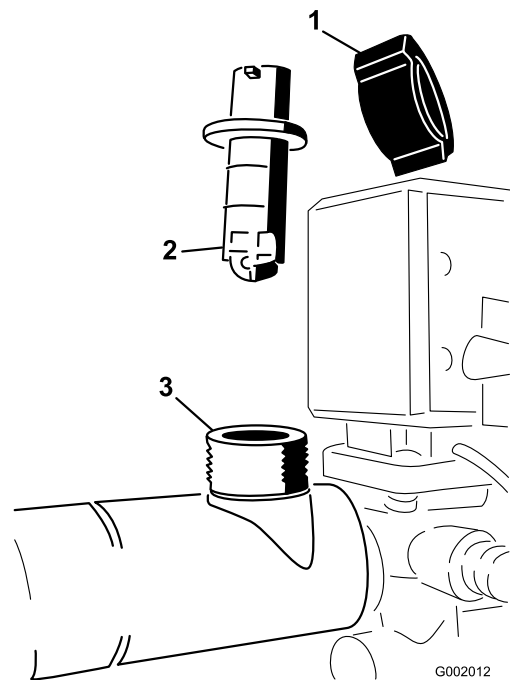

**Figura 75**
3. Quando il peso della barra è supportato, togliete il bullone e il dado che fissano il perno di articolazione nel gruppo barra (Figura 75). Togliete il perno di articolazione.
5. Togliete le boccole di nylon dal lato frontale e posteriore della staffa orientabile e controllatele (Figura 75). Sostituite le boccole avariate.
7. Montate la barra e la staffa orientabile nel telaio centrale, allineando i fori (Figura 75).